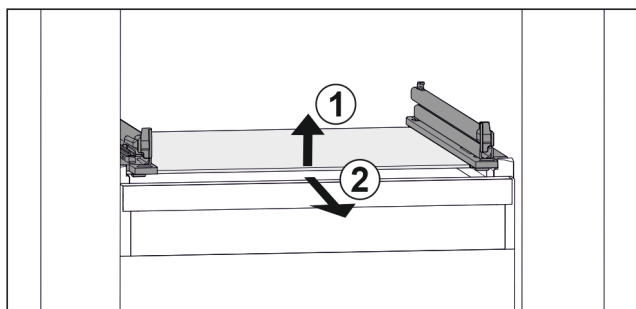

Fig. 38 Przykładowa prezentacja płyty szklanej
- ▶ Unieść płytę szklaną z przodu. Fig. 38 (1)
- ▶ Wyjąć płytę szklaną do przodu. Fig. 38 (2)